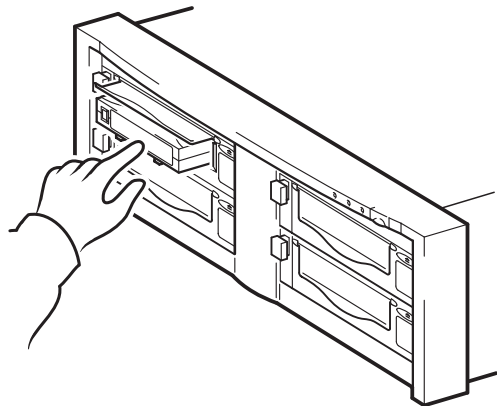

图 10b: 使用 HP OBDR, 第 2 步
- 2 按住磁带机的“Eject”（弹出）按钮。按住“Eject”（弹出）按钮，打开磁带组和服务器的电源 (请参见图 10b)。此操作会激活 HP 单按钮灾难恢复过程。在执行 OBDR 顺序过程中，当前面板上的“Ready”（就绪）指示灯闪烁时，请立即松开按钮。这是一个重复模式：闪烁 - 稳定发亮 - 闪烁。